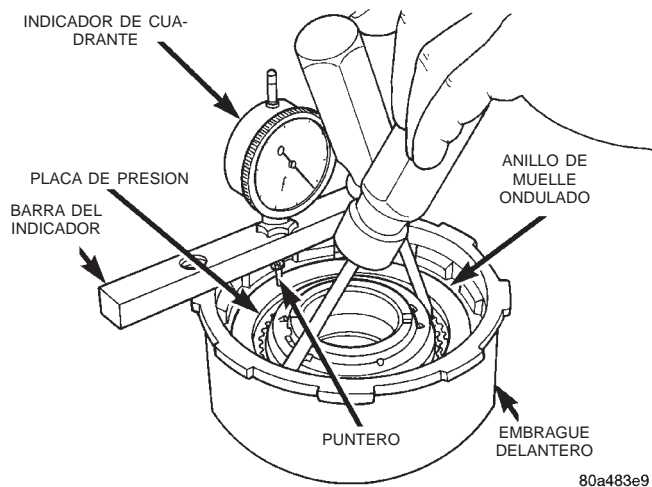

Fig. 136 Medición de la holgura del conjunto de embrague delantero
(10) Con una barra y un indicador de cuadrante, mida la holgura del plato de embrague (Fig. 136).
(a) Emplace la barra del indicador a través del tambor del embrague con el puntero del indicador de cuadrante en el plato de presión (Fig. 136).